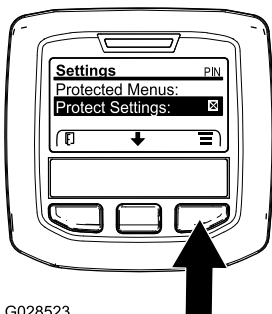

Figura 48
1. Din MAIN MENU (Meniu principal), utilizezi butonul din mijloc pentru a derula în jos la SETTINGS MENU (Meniu Setări) și apăsai butonul din dreapta (Figura 48).